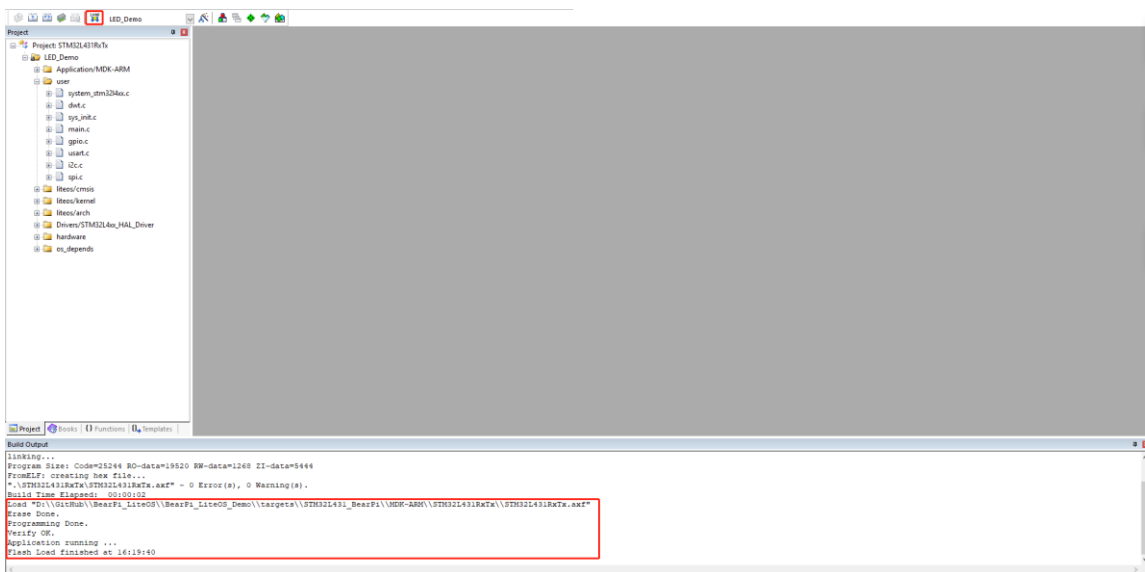

图 3-10 烧录成功
**步骤3** 连接好开发板，单击工具栏中的  按钮，即可将已编译好的程序烧录至开发板，如图 3-10 所示。